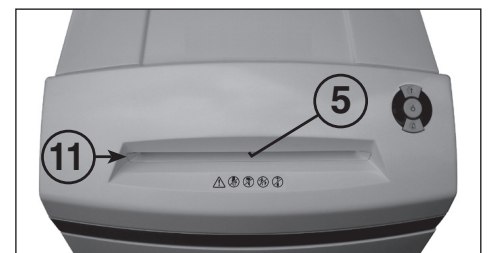

Fig. 3
- 5 = Barrera fotoeléctrica (avance) (Fig. 3)**